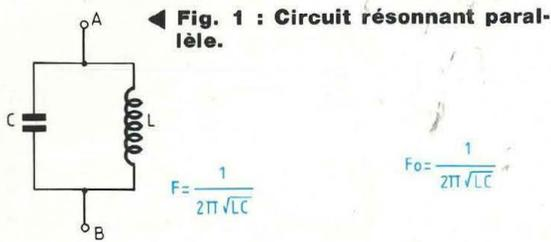

Fig. 1 : Circuit résonnant parallèle.
En haute fréquence, les oscillateurs mettent en jeu des circuits accordés à self et capacité (LC). Ainsi, le circuit résonnant parallèle de la figure 1 offre son maximum d'impédance, entre les points A et B, pour la fréquence :